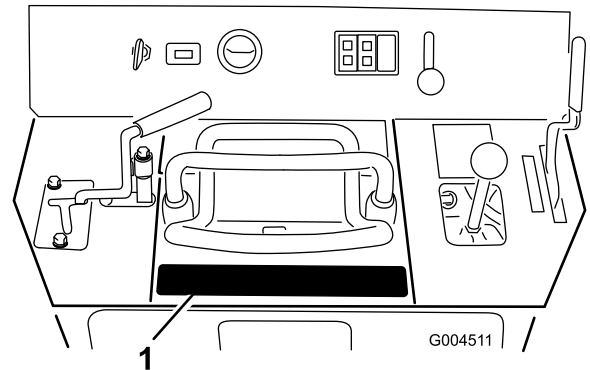

Figure 7
1. Nettoyez la surface derrière la commande de déplacement afin de la débarrasser complètement de la saleté et de la graisse (Figure 7).
2. Décollez la pellicule protectrice au dos de l'autocollant et apposez-le à l'emplacement indiqué à la Figure 7.